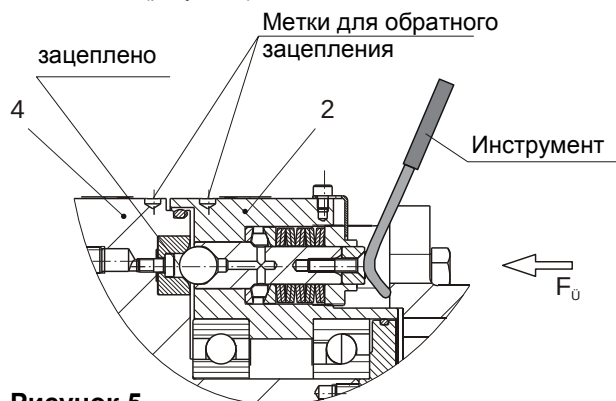

Рисунок 5
Обратное зацепление (рисунок 5)
Маркировочные отверстия на внешнем диаметре элементного фланца (2) и нажимного фланца (4) должны быть соосны (рисунок 5).
- ☐ Вручную, при помощи подходящего инструмента (рисунок 5).